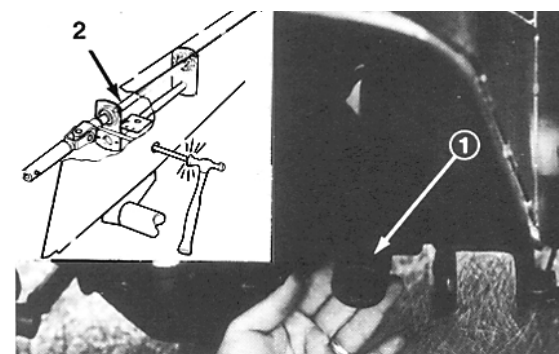

Fig. 8
2. Ta av de fem (5) hjulmutrene og trekk hjulet av akselen for å komme til hullene på siden av chassiset (fig. 8).
3. Drei kraftuttaksakselen for å rette opp hullet på akselen med hullet på chassiset (fig. 8).
4. Driv krafttuttsakselens og utgangsakselens rulle ut gjennom hullet i chassiset med en stiftutslager og hammer (fig. 8).